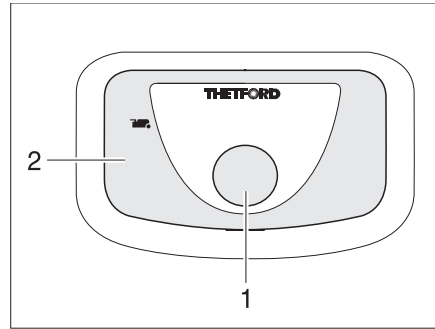

Bild 273 Spülknopf/Kontroll-Leuchte
- Zum Spülen den blauen Spülknopf (Bild 273,1) drücken.
Die Kontroll-Leuchte (Bild 273,2) leuchtet, wenn die Thetford-Kassette entleert werden muss.
- Den Schieberhebel (Bild 273,1) im Uhrzeigersinn schieben. Der Schieber wird geschlossen. Zum Entleeren **muss** in der Thetford-Toilette der Schieber geschlossen sein.